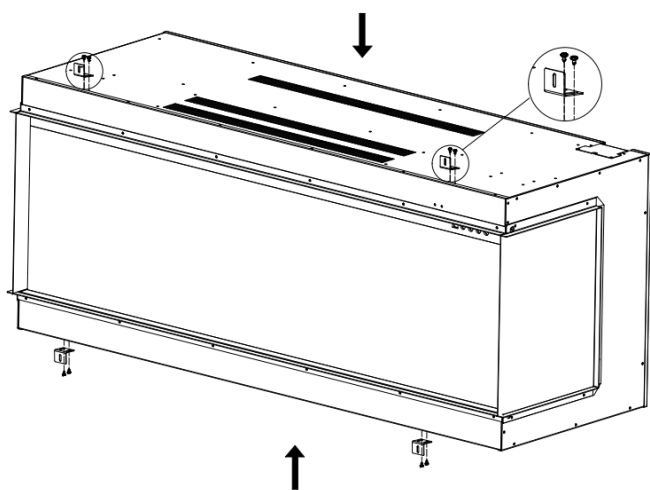

Fig.3-2
5.Fije los soportes en forma de L (I) con los tornillos del paso anterior. Fig.3-2